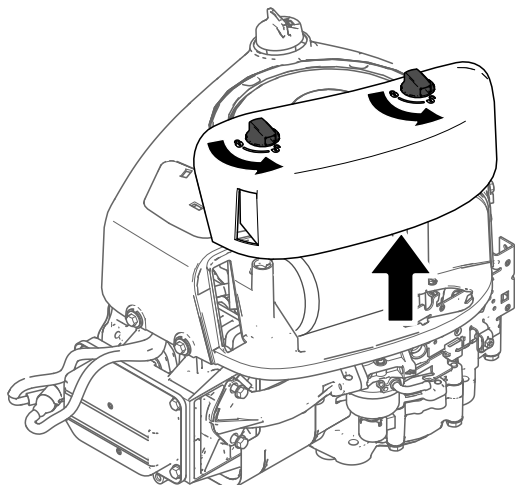

Рисунок 37
3. Установите крышку и закрепите ее защелками (Рисунок 37).